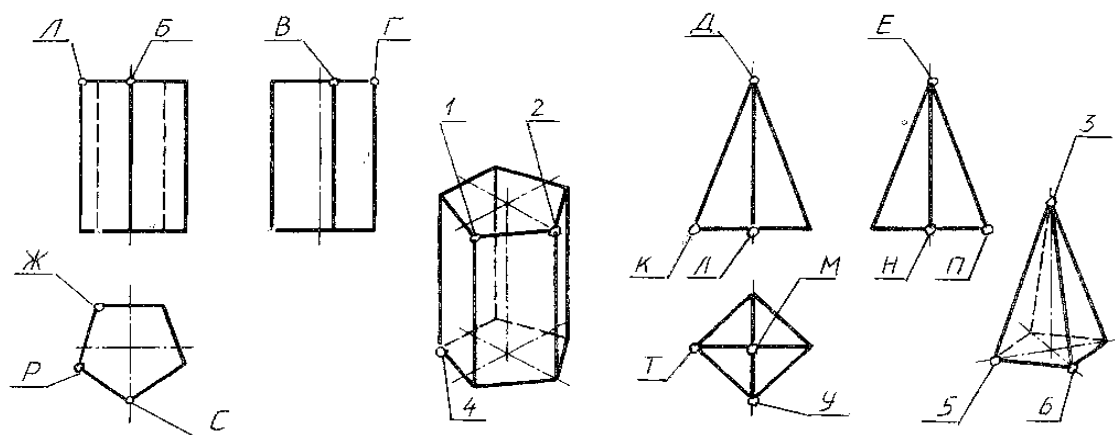

Рис. 15. Упражнение 3 к листу 4
3. По *рис. 15* ориентируясь на наглядное изображение вершин призмы и пирамиды (1, 2, 3, 4, 5, 6), подберите их проекции, обозначенные на комплексных чертежах буквами, в последовательности: фронтальная, горизонтальная, профильная. Ответ представьте в виде кода из трех букв для каждой из вершин.